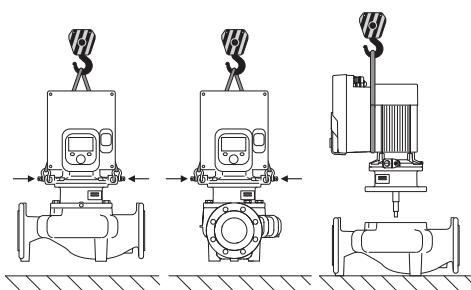

Fig. 6: Kėlimo kryptis su vertikaliu variklio velenu
2. Įstatomajį modulį (Fig. 4) saugumo sumetimais pritvirtinkite prie transportavimo ąsų, kad būtų galima jį pritvirtinti prie tinkamos kėlimo priemonės. Norédami apsaugoti įrenginį nuo apvirtimo, užtvirtinkite dirželio kilpą aplink elektronikos modulio variklį ir adapterį, kaip parodyta Fig. 6. Pritvirtinimo metu nepažeiskite elektronikos modulio.